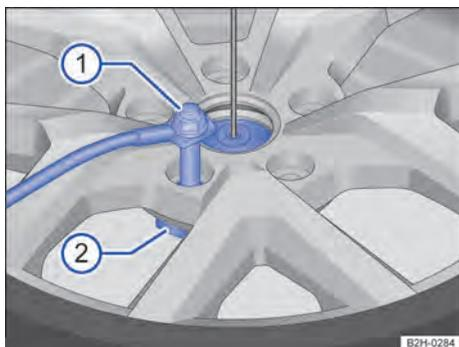

Fig. 201 Roda sobressalente ou de emergência: colocar o parafuso de segurança.
1. Girar o parafuso de segurança → Fig. 201 ① no sentido horário no suporte do aro.